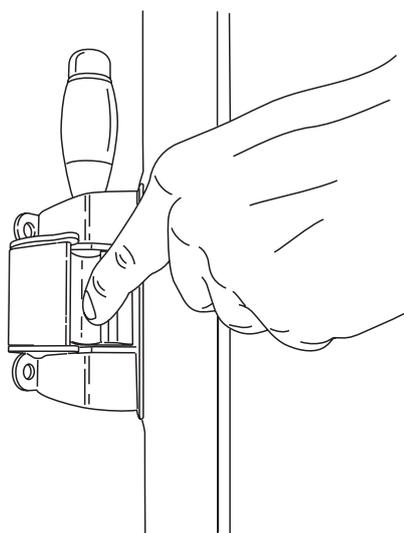

Рис.7
- з) Отключить антирепетитор, вставляя стержень диам.4, включенный в комплект поставки, в отверстие с надписью "by pass", расположенное на корпусе электрозамка. Стержень должен проникать полностью и выйти с противоположной стороны корпуса замка (см.рис.7).